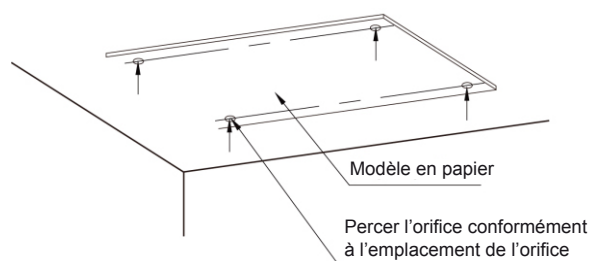
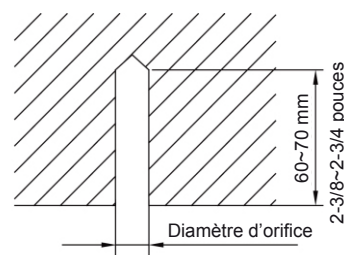

Fig 4.1.3
Fig 4.1.4
- 1) Coller le modèle de pose sur la position d'installation, percer 4 trous conformément aux emplacements des trous sur le modèle comme indiqué sur la fig 4.1.3 ; le diamètre du trou de perçage est conforme au boulon expansible et sa profondeur est de 60-70 mm (2-3/8~2-3/4 pouces), comme indiqué sur la fig 4.1.4.